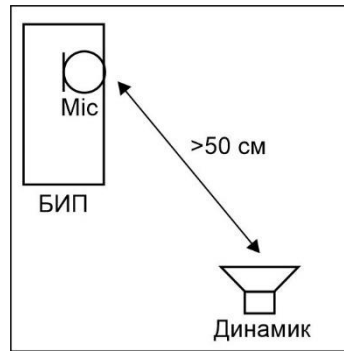

Рисунок 3.5
- рекомендуемое расстояние между микрофоном и динамиком должно быть в пределах 700-1000 мм, но, в любом случае, не менее 500 мм (рисунок 3.5);